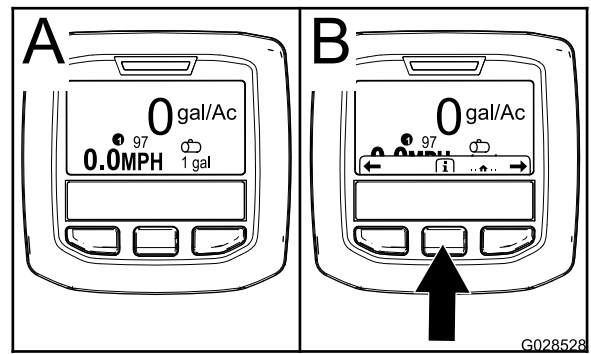

图18
2. 大约 15 秒钟后，主屏幕将显示；按中间选择按钮显示信息内容（图18）。